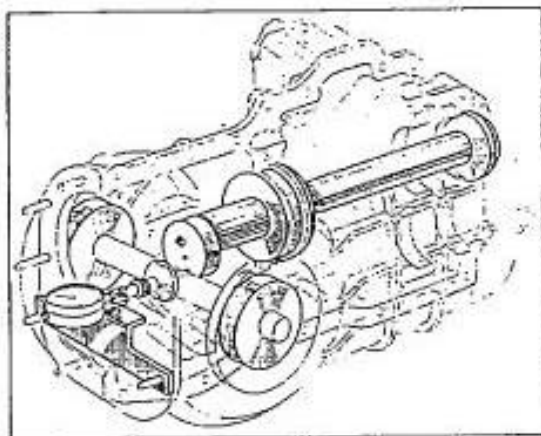

Fig. 17. - Réglage distance conique.
- Monter sur le demi-carter droit, fixé sur le chevalet, l'outil 88035060 (faux pignon) et les douilles (avant et arrière) faisant partie du jeu 88035060 (voir fig. 17).
- et monter le comparateur 88095122, avec la jauge de profondeur 88095851 (avec pige de 30 mm), sur le mandrin; pousser la pige du comparateur jusqu'à ce que la jauge de profondeur, en sortant du mandrin, n'aille au contact du faux pignon (voir fig. 17).
- Culbuter le carter assemblé et fixer, dans la partie AV du carter, la bride faisant partie du jeu d'outils 88035060 pour l'appui du comparateur centésimal (voir fig. 17).